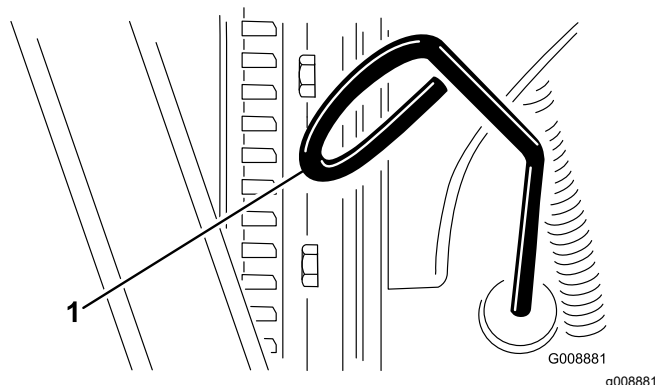

Figura 63
3. Scoateți joă (Figura 63) i tergeți-o cu o lavetă curată.